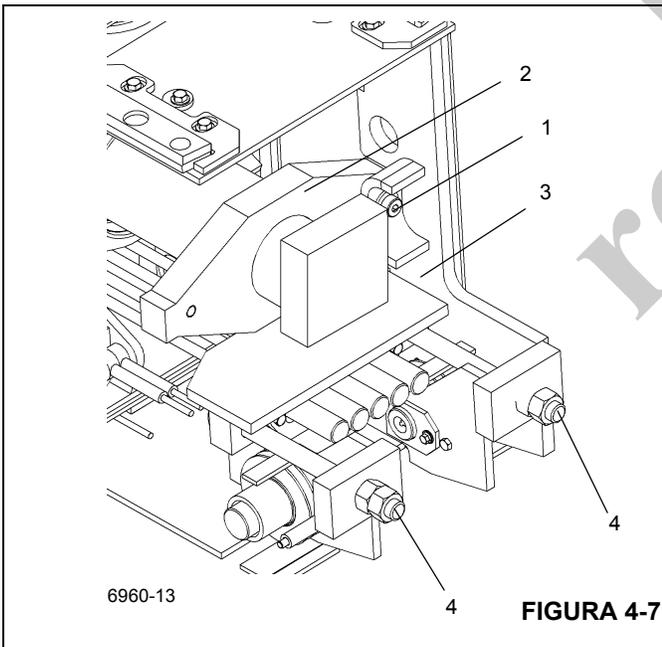

FIGURA 4-7
- Remova os dois parafusos e as arruelas (1) que fixam a haste interna do cilindro (2) na parte traseira da seção intermediária interna (3) (Figura 4-7).
- Remova as porcas (4) dos parafusos de ajuste do conjunto soldado de extensão do carro de arrasto de cabo (Figura 4-7).